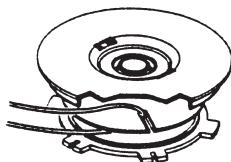

Bild 17.
1. Vrid muttern/låsratten (A) moturs och ta bort den (använd handen eller den medföljandenyckeln).
2. Ta bort spole (B) och fjäder (C) från spindeln (D).
3. Ta bort kvarvarande trimmerlina (H).
4. Mät upp och kapa en trimmerlina (\varnothing 2 mm) till en längd av 8,6 meter, vik den på mitten så att du får två ändar som är 4,3 meter långa, placera mitten med vecket i ett av spåren i skivan som avdelar spolen Se bild. 17.